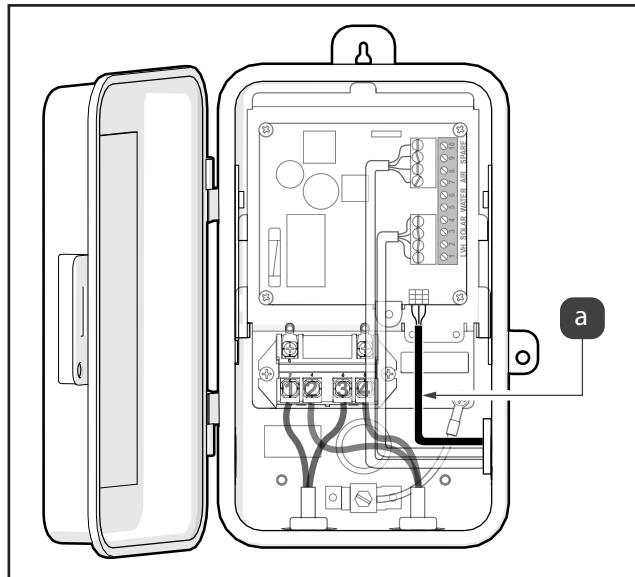

Figure 6. Version pour piscines seulement, connectez les entrées « Line » et les câble du JVA
3. Branchez le câble du JVA, reportez-vous à la Figure 6 (a).